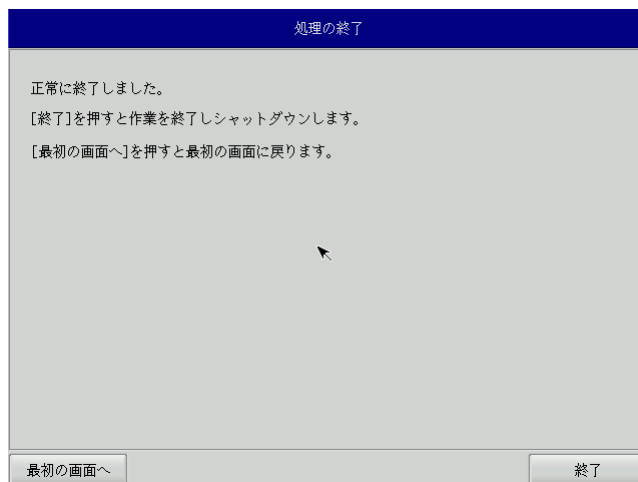

図 6-3-8. 終了画面
- ⑪ 終了画面（図 6-3-8）が表示されるとバックアップ作業は完了です。[終了]ボタンを押して電源を落としてください。